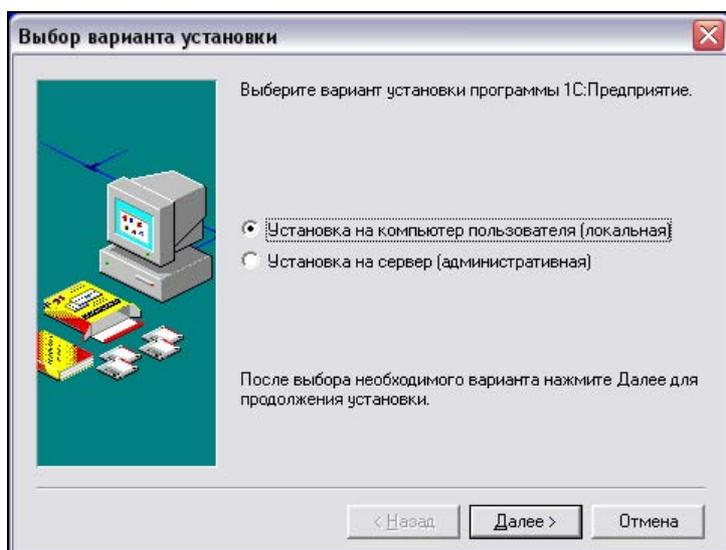

Рис. 1.2. Выбор варианта установки
5. Появляется окно выбора варианта установки (рис. 1.2). Большинству пользователей подойдет Локальный вариант установки. Сделав выбор, нажимаем кнопку **Далее**.